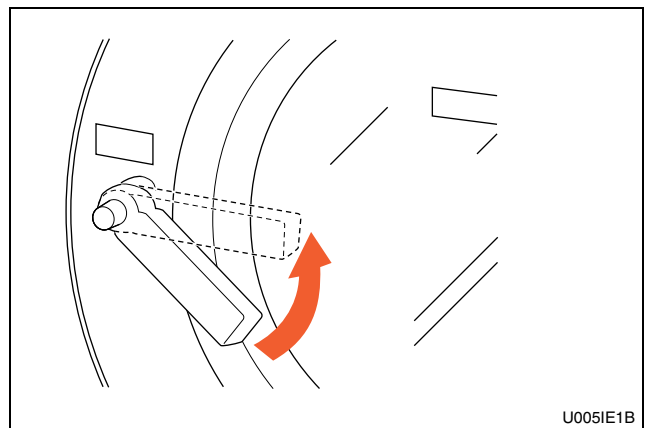

Figure 27
4. Fermer la porte et tourner la poignée dans le sens inverse des aiguilles d'une montre jusqu'au débloccage du bouton. Se reporter à la Figure 27.